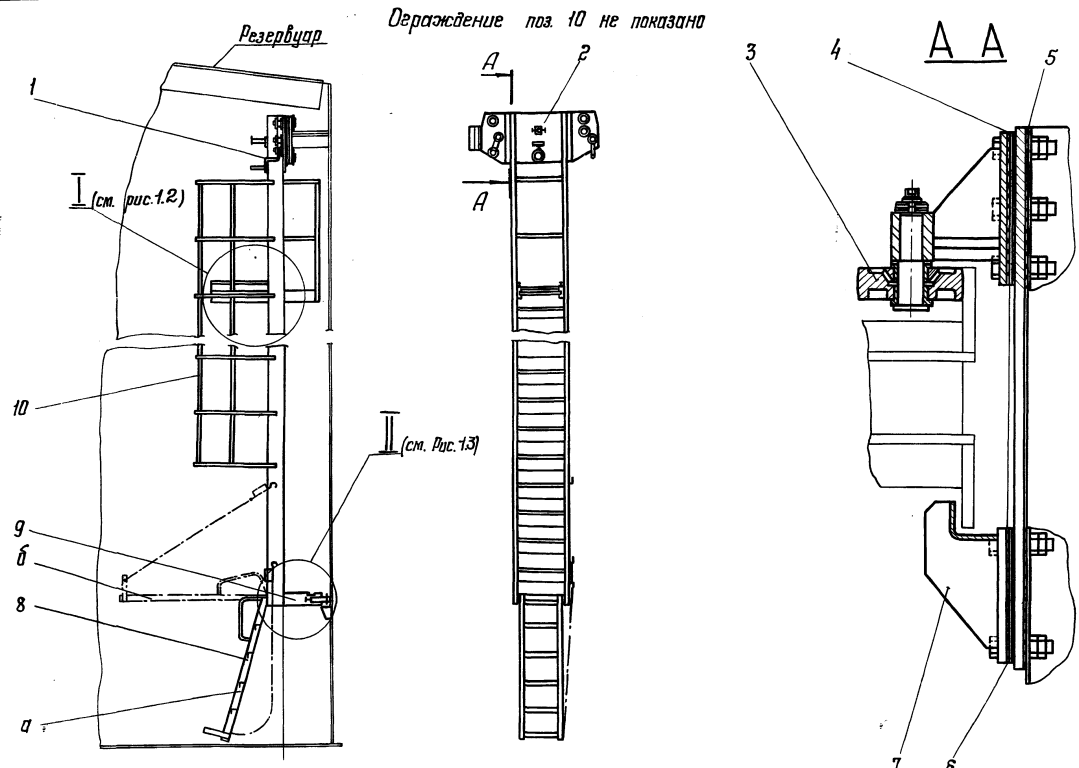

Рис. 1.1 Стремянка передвижная НЗ2.00.000 СБ
- **Внимание!** Перед подъемом лестницы пристегнуть пояс безопасности карабином к поручню (рис. 1.1);